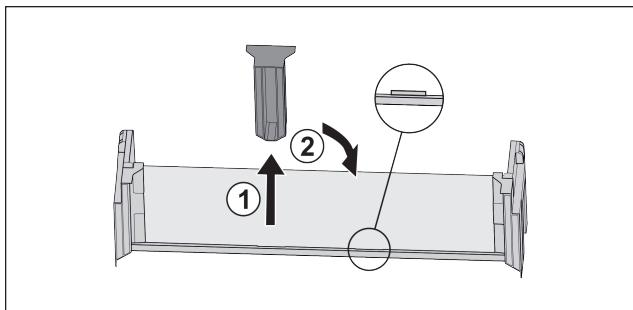

Fig. 26
- Изтеглете средната задържаща част Fig. 26 (1).
- Вкарайте средната задържаща част на втората позиция Fig. 26 (2).